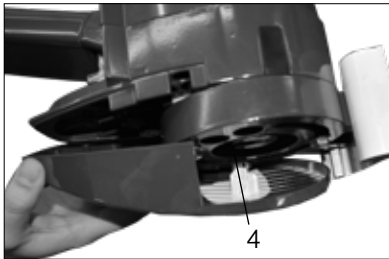

Abb. 22: Endkappe auf Seitenlagerschale pressen, sodass die Schraube in das Langloch ragt.
- » die Öse (Abb. 22) kann, wenn gewünscht, wieder nach unten herausgezogen werden